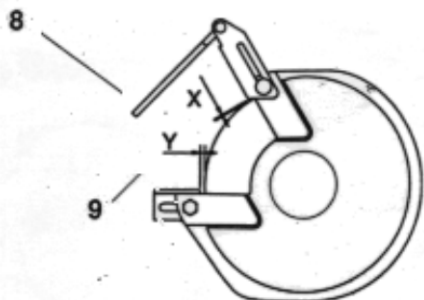

fig. 1
* **Non utilizzare mai la macchina senza gli appositi dispositivi di protezione**, i quali non devono mai superare le distanze sotto indicate, che pertanto andranno sempre ripristinate mano a mano che la mola si consuma, registrando la posizione del portascermo protettivo e del supporto (fig. 1) in modo da mantenerle sempre alla minima distanza richiesta :
- distanza (X) tra portascermo protettivo e mola = max. 5 mm.
- distanza (Y) tra supporti d'appoggio e corpo molante = max. 2 mm.